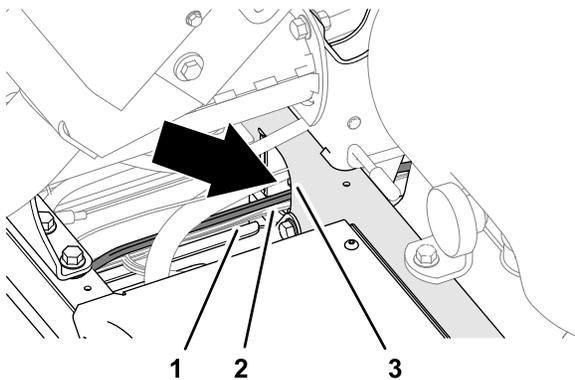

Figura 10
2. Encaminhe o resto da cablagem da alimentação ao longo da cablagem da máquina e através do canal de suporte (Figura 10).